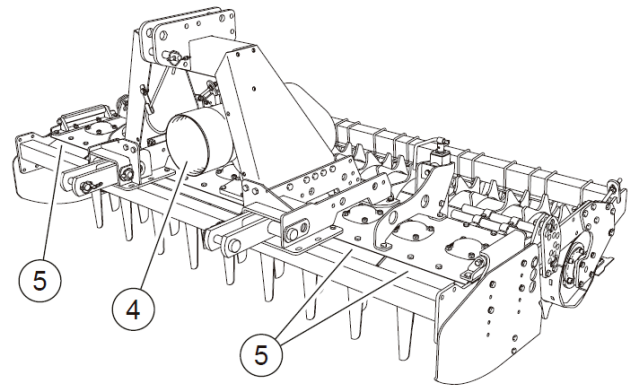

FIG. 16
- Kraftuttagsskydd på traktorn (4, "fig. 16").
- Skyddsplatta för att förhindra åtkomst av knivarna (5, "fig. 16").